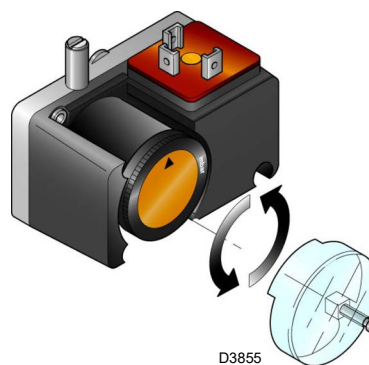

Fig. 31
- Régler le pressostat pour le contrôle d'étanchéité (Kit PVP)(Fig. 31 à la page 34), si présent, conformément aux instructions fournies avec le kit.
Régler le pressostat pour le contrôle d'étanchéité (Kit PVP) (Fig. 31) si présent, conformément aux instructions fournies avec le kit.